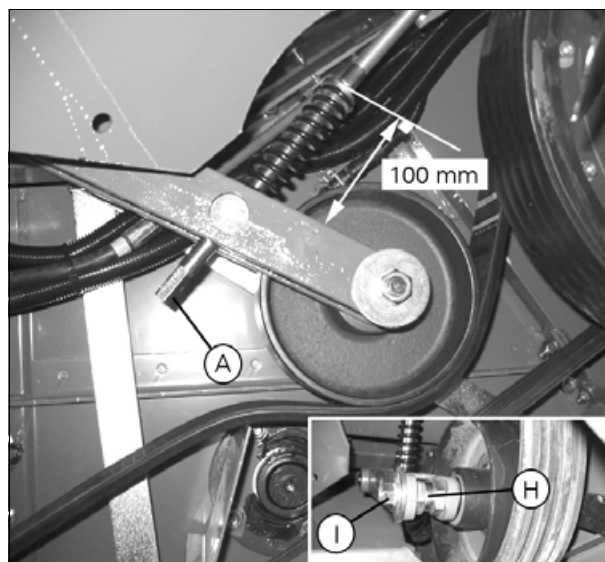

Рис. 18.
ВАЖНО: Убедитесь, что ремень расположен в середине натяжного шкива. При необходимости отрегулируйте эксцентрик (H) (рис. 18). Отверните гайку (I) (рис. 18) и поверните два шестигранника эксцентрика, так чтобы ремень был расположен прямо на шкиве.